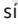

Fig. 244 En el vano motor: tapa de la boca de llenado de aceite del motor (representación esquemática).
4. Localice la boca de llenado de aceite del motor y la varilla de medición del nivel de aceite. La boca de llenado se reconoce por el símbolo  que hay sobre la tapa → fig. 244, y la varilla de medición, por su extremo superior de color. Si no tiene claro dónde se encuentran la tapa y la varilla de medición, acuda a un taller especializado.
9. Desenrosque la tapa de la boca de llenado de aceite → fig. 244. ▶